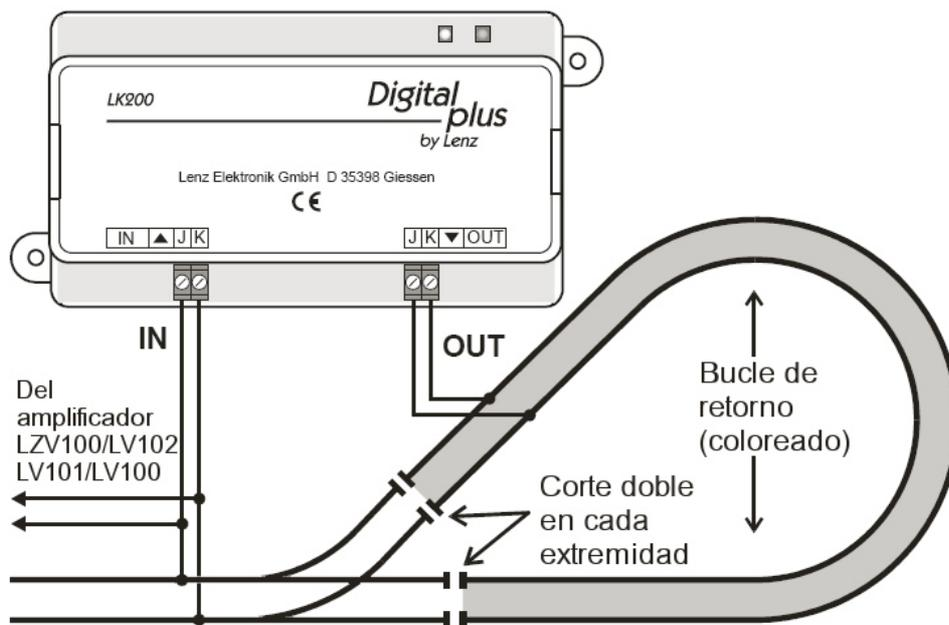

Figura 4
Vea la figura 4 que corresponde a la conexión simple del LK200.
Los carriles aislados del *bucle de retorno*, es decir, la zona situada entre los dos cortes dobles (representada en coloreado gris en la figura 4), se unen a los bornes “J” y “K” identificados como “OUT”.
**La zona aislada del bucle de retorno ( la zona alimentada por la salida del LK200) ¡debe ser siempre, independientemente de lo dibujado en la figura 4, suficientemente larga como para contener en tren más grande que tenga que circular por el mismo!**